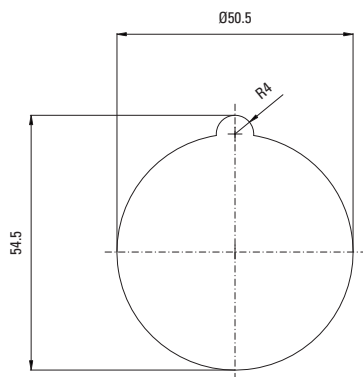
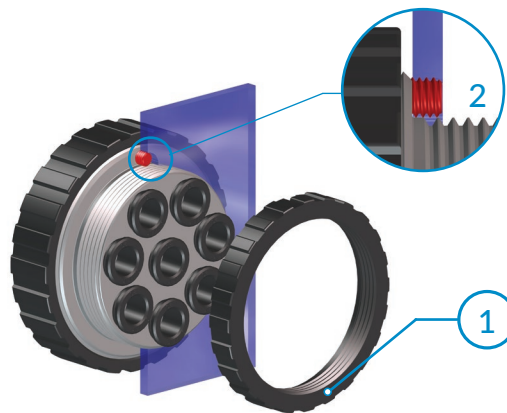

Fig. 1
Fig. 2
Svitare il controdado (1) dalla presa del connettore; avvitare la vite (2) fino a farla sporgere dello stesso spessore della parete (Fig. 2). Inserire la presa nel foro sulla parete con la vite in corrispondenza della relativa sede (Fig. 1). Riavvitare il controdado (1) fino in battuta della parete (Fig. 3).
Loosen counter nut (1) from the multiple connector socket; tighten the screw (2) to let it sticks out as much as the wall thickness (Fig. 2). Place the socket in the wall hole and allow for the screw to fit into the seat drilled through in the wall (Fig. 1). Tighten the counter nut 1 on socket body until bottoms (Fig. 3).
Dévisser le contre écrou (1) de la prise du connecteur et visser la vis (2) jusqu' elle dépasse son siège, si tant que l'épaisseur de la cloison (Fig. 2). Monter la prise à la cloison de façon que la vis loge dans le siège percé dans la cloison (Fig. 1). Visser le contre écrou (1) sur la prise jusqu'au fond (Fig. 3).
Kontermutter (1) von der Muffe lösen und dann Schraube (2) eindrehen, bis sie um das Maß der Wanddicke herausragt (Fig. 2). Muffe in das Wandloch einstecken und zusammen mit der Kontermutter so anziehen, dass die Schraube in das dazu gebohrte Gehäuse an der Wand 1 genau passt (Fig. 1). Die Kontermutter bis zum Anschlag auf die Muffe anziehen (Fig. 3).